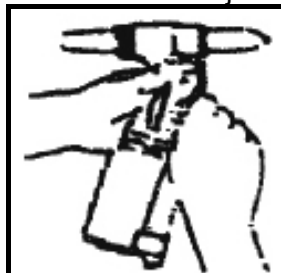

Fig.6
2. Use la llave para retirar el cabezal (Fig.6).